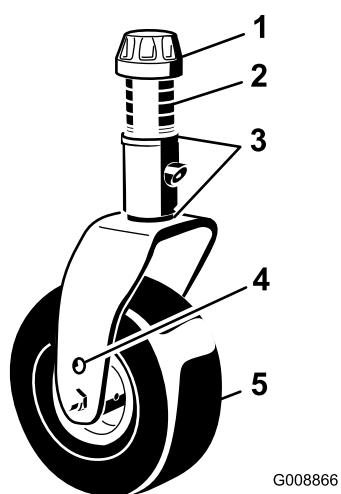
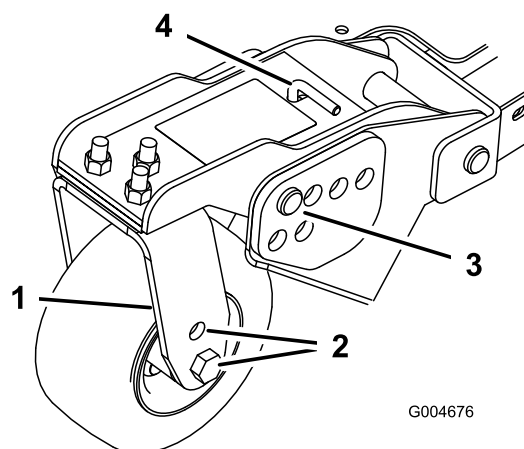

Figura 26
Figura 28
1. Posizionate gli assali delle ruote orientabili negli stessi fori di tutte le forcelle (Figura 26 e Figura 28).
2. Togliete il cappuccio di tensione dall'asse del perno ed estraete il perno dal braccio della ruota orientabile (Figura 26).
5. Togliete la coppiglia ed i perni con testa dai bracci di rotazione delle ruote orientabili (Figura 28).
6. Girate il tenditore per alzare o abbassare il braccio di rotazione finché i fori non sono allineati con i fori della staffa dell'altezza di taglio selezionati, nel telaio del piatto di taglio (Figura 28 e Figura 29).